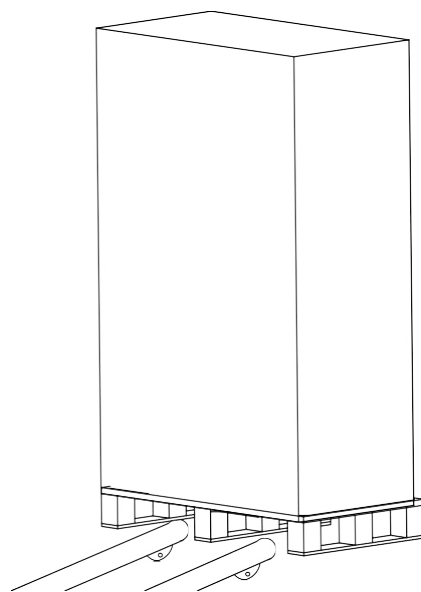

Fig.3-5 Transporte para o lugar designado
2. Transporte o equipamento para o local designado utilizando uma empilhadeira, conforme a Fig.3-5.